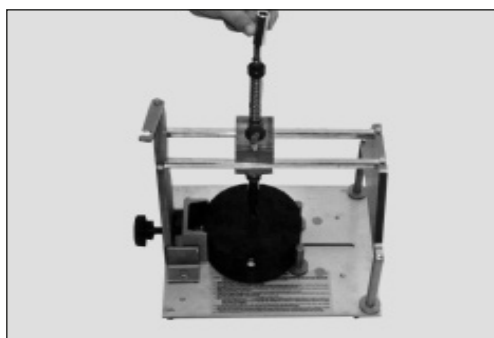

**Figura 10**
**4.5** Posicione la mecha sobre la marca de agujereado indicada en el cabezal lateral y apriete el tornillo de retención del bloque soporte (Figura 10).